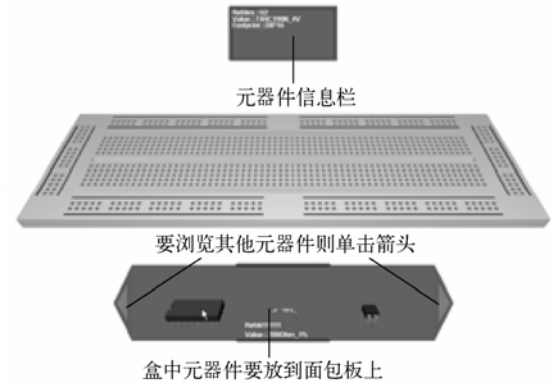

图 10-6 放置元器件默认值面包板
- 1) 选择面包板: 单击“Tools”→“Show Breadboard”命令或双击在 main 工具栏中的快捷键图标, 如图 10-6 所示。